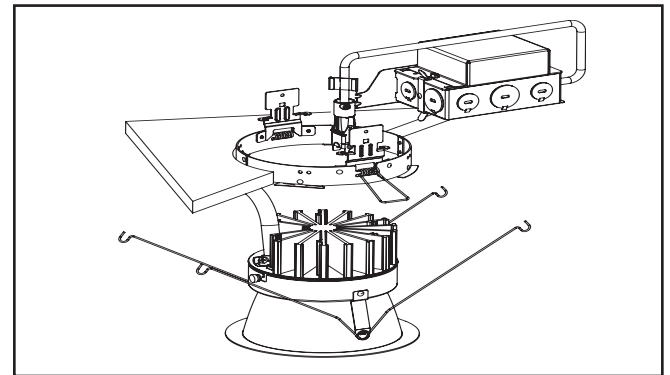

Figura 10.
- Instale el motor de la luminaria LED y la unidad de la moldura insertando los muelles de torsión en los receptores del muelle ubicados dentro del alojamiento (Figura 10.).